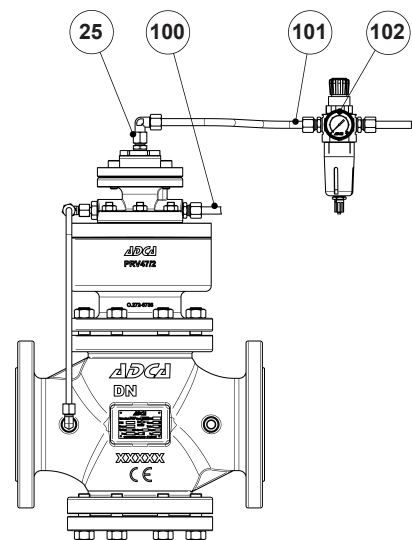

Fig. 6
**PRV47/2 dome loaded (Fig. 6)**